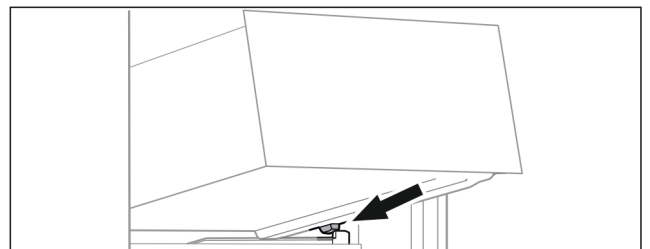

Fig. 69
- ▶ Встановити висувний ящик за стопорами на ребро для резервуару навкосої. (див. Fig. 69)